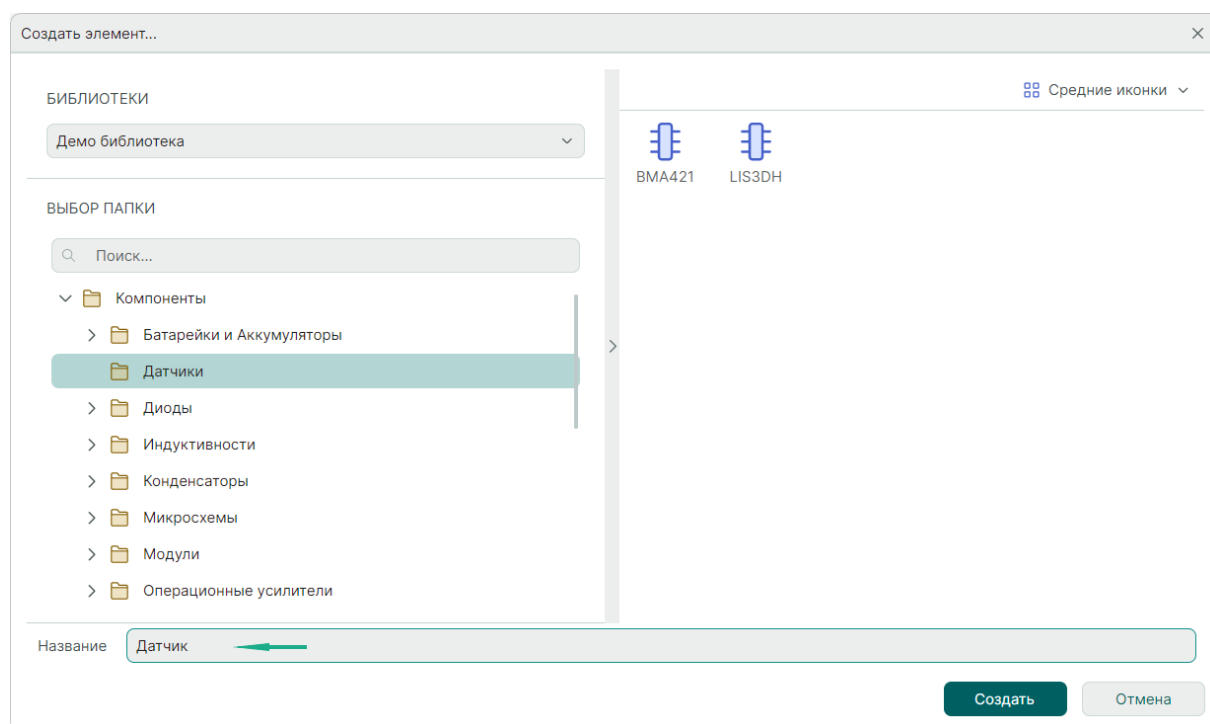

Рис. 200 Выбор папки и именование компонента
4. В поле «Создать элемент» → «Наименование элемента» введите имя нового компонента, см. Рис. 200.